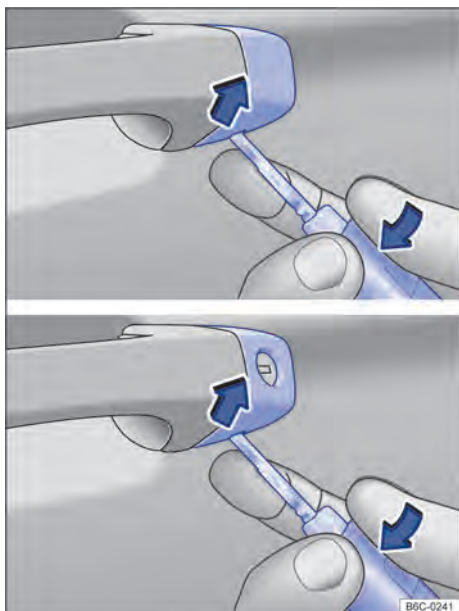

Fig. 59 Maçaneta da porta do condutor: remover a capa.
- Levantar a capa de cobertura com a chave do veículo no sentido da seta → Fig. 59.